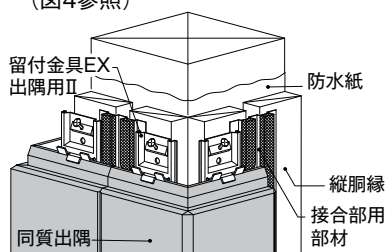

図4 ポーチ柱(突き付け接合)
- ▶ 上記に続けて、加工した同質出隅を隙間ができないように取り付ける。(図4参照)